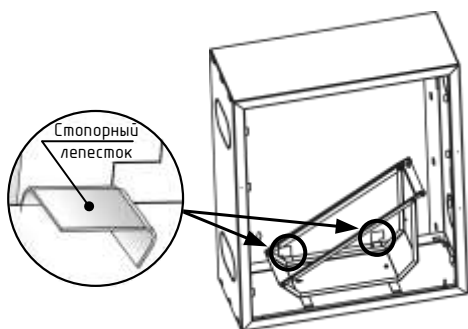

Рис. 3. Стопорные лепестки опорной рамы
- Отогните два стопорных лепестка (рис.3 поз.3) на задней стенке шкафа и выньте корзину,
- Переставьте опорную раму рукавной кассеты (рис.1 поз.2), в сборе с рукавной кассетой, с учетом стороны открывания дверцы и зафиксируйте ее, загнув лепестки задней стенки шкафа (рис.3, поз.3)